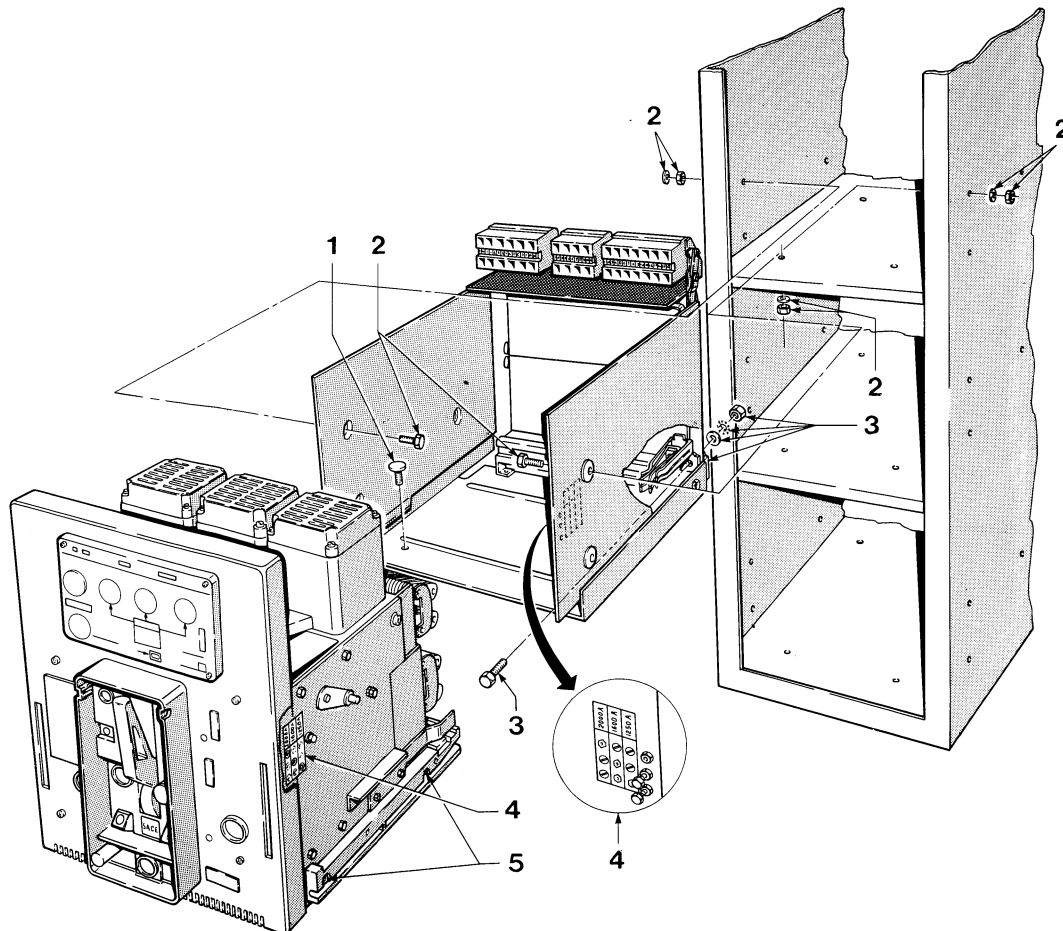

Fig. 11
La parte fissa deve essere imbullonata al fondo e alle fiancate del cubicolo, mediante le viti [1] e [2] - Fig. 11, spessorando adeguatamente per evitare distorsioni che possano pregiudicare il corretto scorrimento della parte mobile nella parte fissa.
The fixed part must be bolted to the cell bottom and sides by screws [1] and [2] - Fig. 11, interposing proper spacers to prevent distortions which might affect proper sliding of the moving part into the fixed one.
- L'introduzione di interruttori di corrente nominale diversa è impedita automaticamente. Vedere la targa esplicativa posta sul fianco destro sia dell'interruttore che della parte fissa (vedi par. 3.4.-Fig. 11 - [4]).
- The racking-in operation of breakers having rated current different from the required one is automatically prevented. See the explanatory tag placed on the right-hand side of either the moving and fixed part (see para. 3.4. - Fig. 11 - [4]).